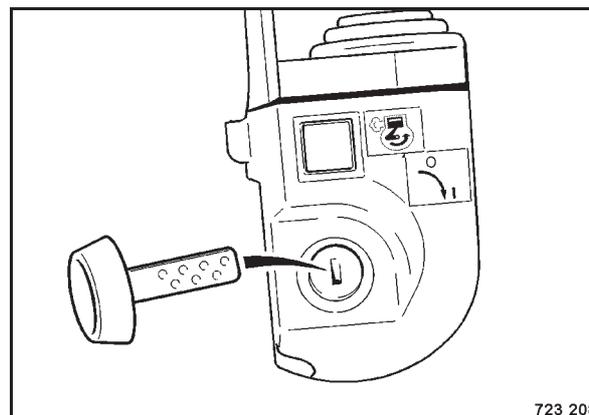

Bild 62
- Zündschlüssel (Bild 62) abziehen und sicher verwahren.